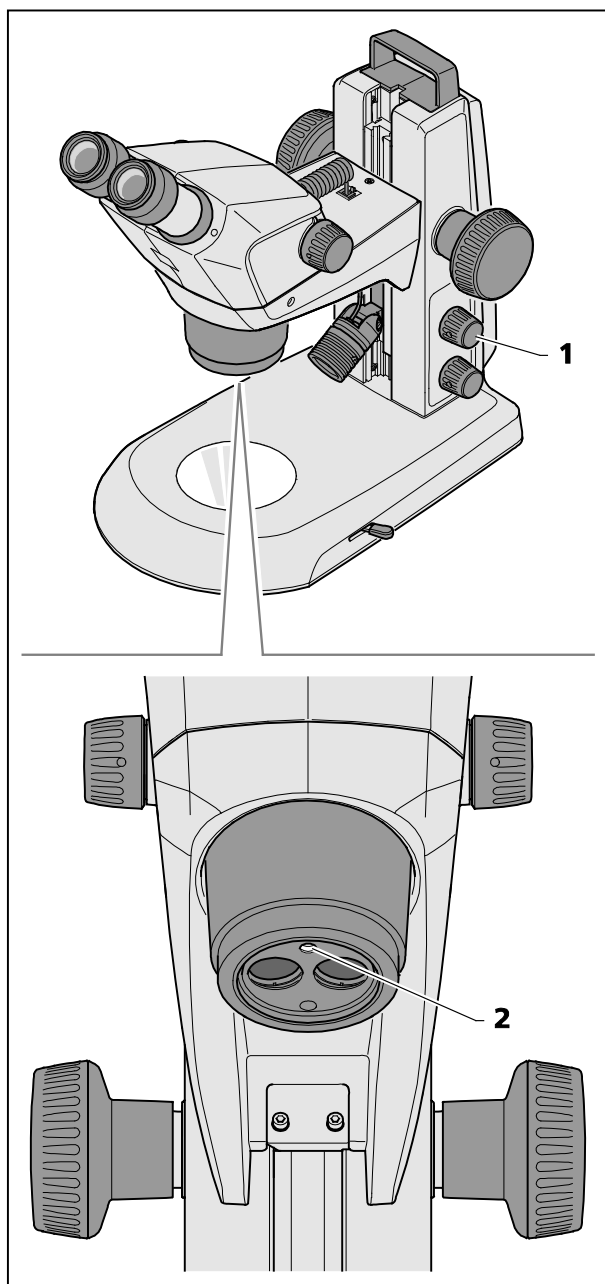

Fig. 20 Ajustar o iluminador vertical
- Apertando uma vez o botão rotativo (Fig. 20/1), o iluminador vertical (Fig. 20/2) encende-se ou apaga-se alternadamente.